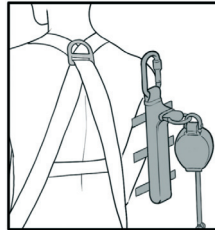

fig.1
1. Richten Sie den DSL2-Falldämpfer so aus, dass die Klettverschlüsse Kontakt mit dem Gurtband des Fallbrems- und Absturzsicherungsgurts haben, mit der Stoßdämpfungseinheit ganz nach außen (Abb. 1).